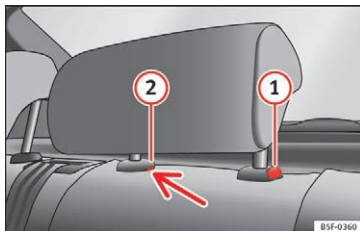

Fig. 151 Midterste hovedstøtte bagi: udløserpunkt
- Skub hovedstøtten nedad, mens du trykker på knappen ① » Fig. 151 for at indstille hovedstøtten til en lavere højde.